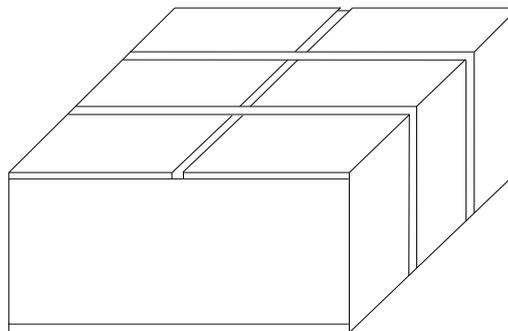

Fig.3-5 Posizionare con cautela
1. L'imballo deve essere posizionato con cautela sulla superficie, come rappresentato in fig. 3-5.